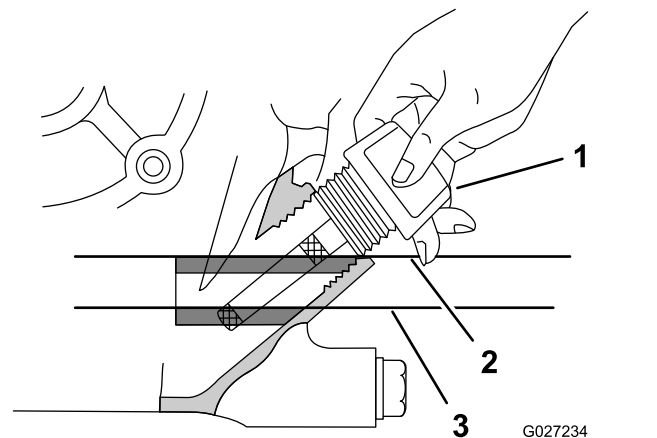

Figura 11
3. Insira a vareta do motor como se mostra na Figura 11.